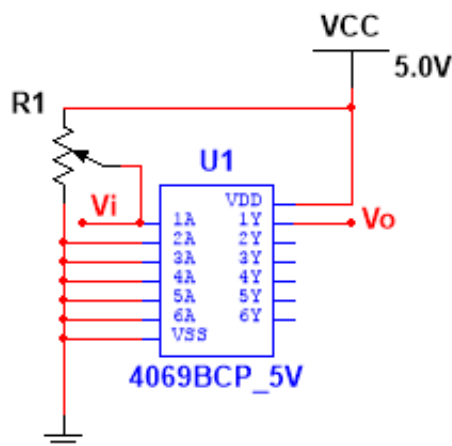

图1.2 CD4069电压传输特性测试
- 1) 按图 1.2 所示接线，调节电位器  $R_p$  的阻值，使  $V_i$  在  $0 \sim V_{DD}$  变化，测量  $V_o$  随  $V_i$  变化的特性曲线。